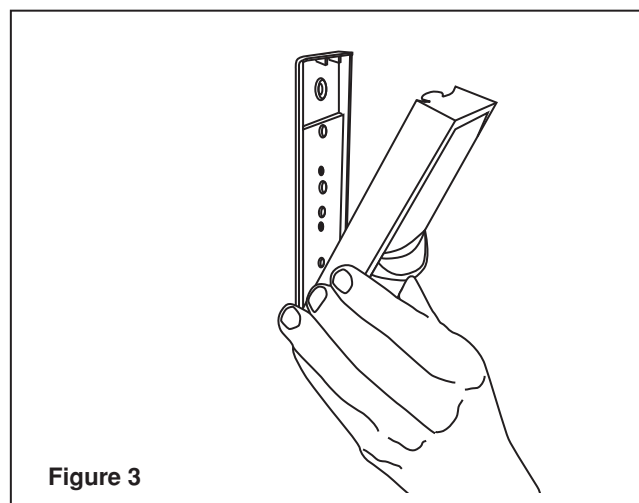
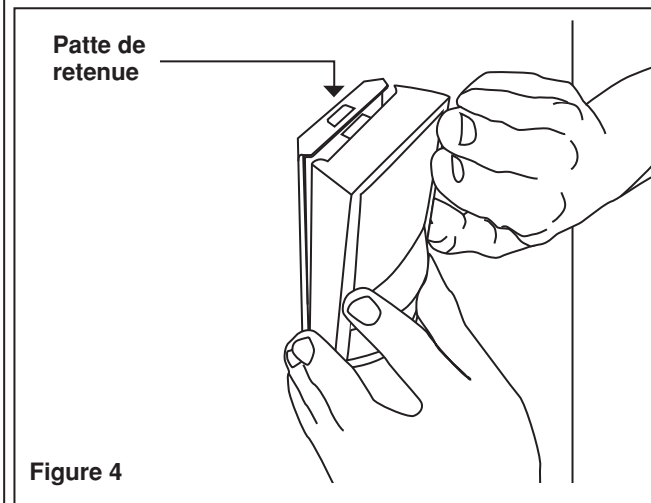

Figure 3
Figure 4
4. Insérer le détecteur dans la rainure inférieure de la plaque et faire basculer le dessus (**figure 3**). Enclencher la patte de retenue supérieure (**figure 4**).